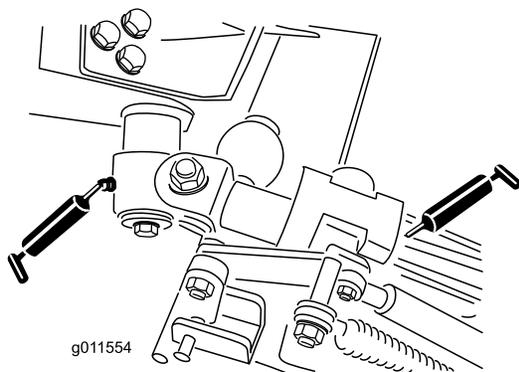

Рисунок 50
- Втулки осей поворота коленчатых рычагов (2 шт.) (Рисунок 50)
- Втулки подъемных рычагов (4 шт.) (Рисунок 50)